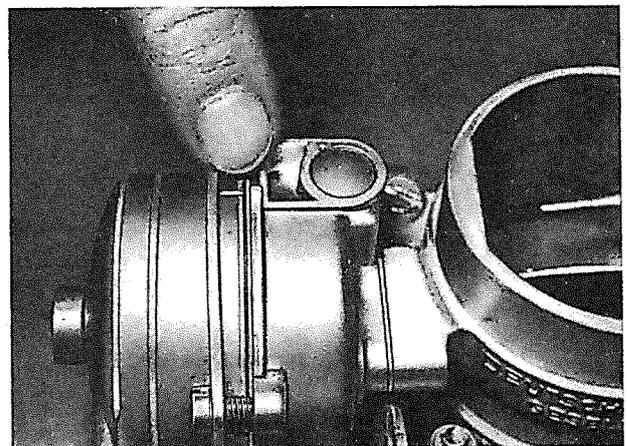

Bild 19
**Achtung:** Hier gezeigt am Einfachvergaser. **Bild 19** Vergleiche Bild 5 für den Doppelvergaser.